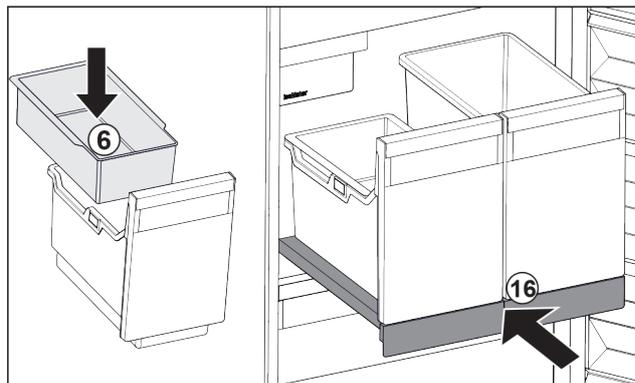

Fig. 106
- ▶ Umetnite ovjesnu posudu Fig. 106 (6) za kockice leda.
- ▶ Gurnite izvlačnu ploču sa spremnikom (IceTower). Fig. 106 (16)